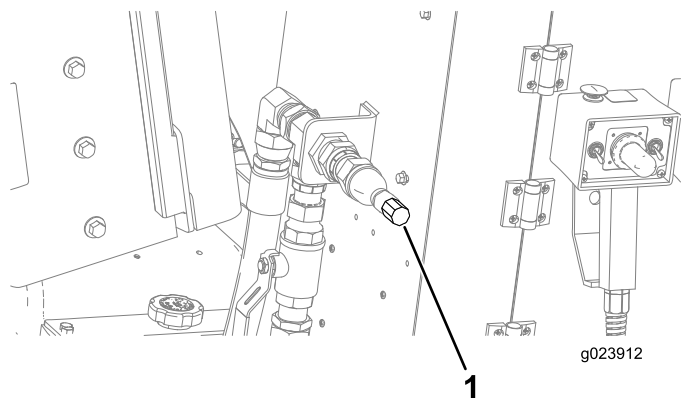

Рисунок 136
5. Подсоедините съемный поливной шланг к штуцеру (Рисунок 136).